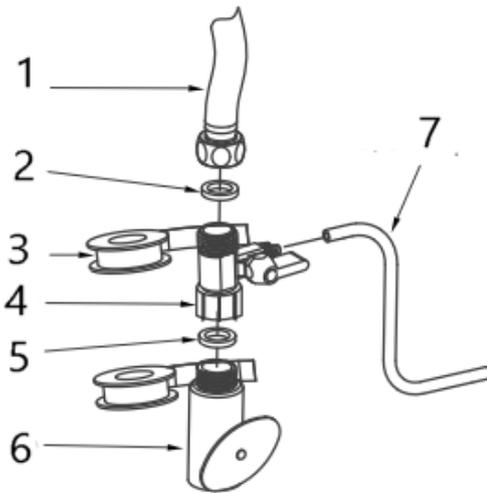

Fig. 1
3. Collegare la valvola deviatrice alla valvola dell'acqua di alimentazione e al tubo flessibile (Fig. 1).